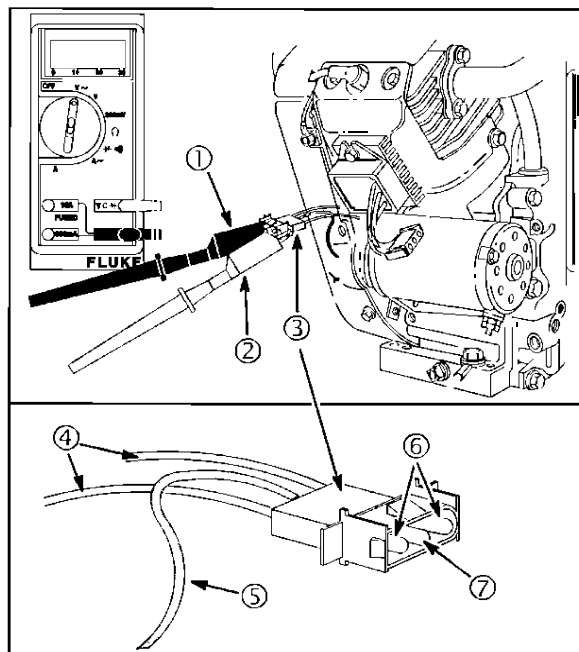

Figure 17
4. Reliez les sondes des fils de contrôle ROUGE (2) et NOIR (1) aux bornes de sortie CA (6) du fil JAUNE (4) du connecteur (3), comme montré à la Figure 17. (Les clips des fils de contrôle du multimètre peuvent être fixés à l'une ou l'autre des bornes de sortie CA).
4. Reliez la sonde du fil de contrôle ROUGE (2) à la borne de sortie (7) du fil ROUGE (5) du connecteur (Figure 17).
5. Reliez la sonde du fil de contrôle NOIR (1) à la borne négative de la batterie.